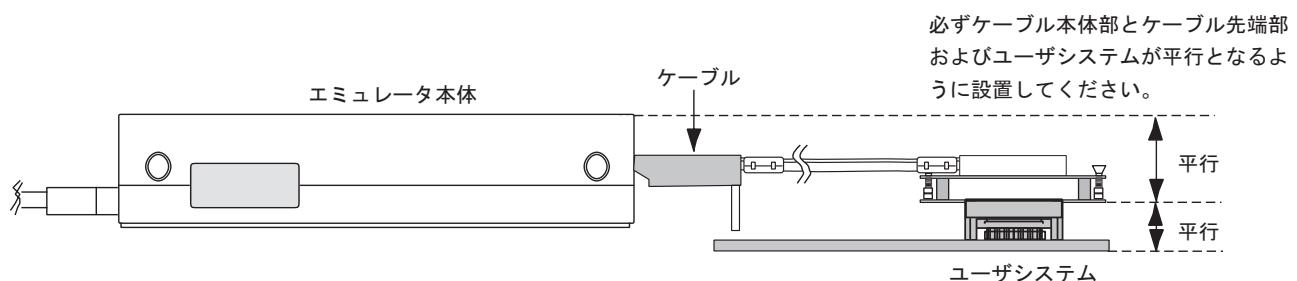

図11 設置例
- (1) ユーザシステムへの接続時には1ピン位置に十分注意して、誤接続は絶対にしないでください。
- (2) 本ユーザシステムインターフェースケーブルを使用する場合の推奨マウントパッド寸法は、MCU実装用マウントパッド寸法とは異なりますので注意してください。
- (3) 本ユーザシステムインターフェースケーブルは、HS3664EPI61HおよびHS3664EPI62Hエミュレータ専用ですので、他のエミュレータ本体には使用しないでください。
- (4) ケーブル本体部が断線する可能性がありますので、本ユーザシステムインターフェースケーブルの上に重いものや金属等の角の尖ったものを置かないでください。
- (5) ユーザシステムに接続した状態では、ユーザシステムインターフェースケーブル、特にケーブル先端部に無理な力が加わらないように注意する必要があります。図11の設置例を参照してご使用ください。